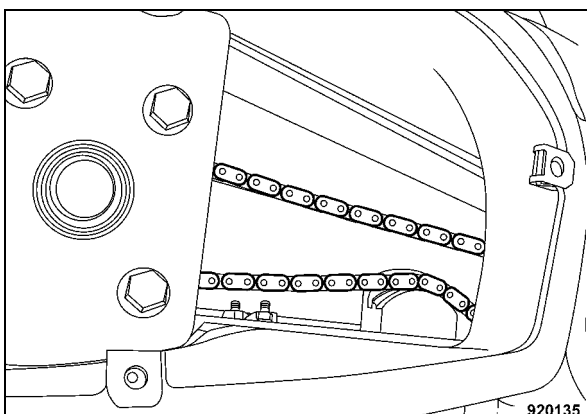

Fig. 164
- Controllare la condizione del pattino destro (Fig. 164), se necessario sostituirlo.